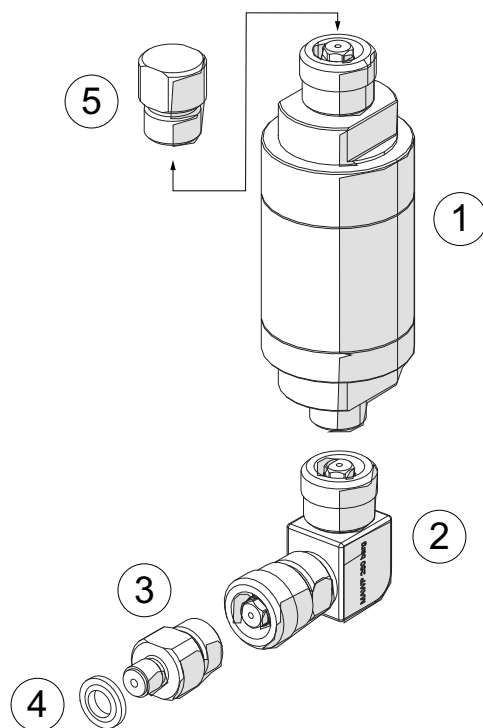

Figura D-4: Parti IOPACE-IDT e IOPACE-IDT-HP
1. Assemblare le parti come mostrato in Figura D-4. Stringi a mano l'adattatore a calo rapido e usa delle chiavi per stringere l'adattatore maschio G1/8 a AMC con rondella incollata.